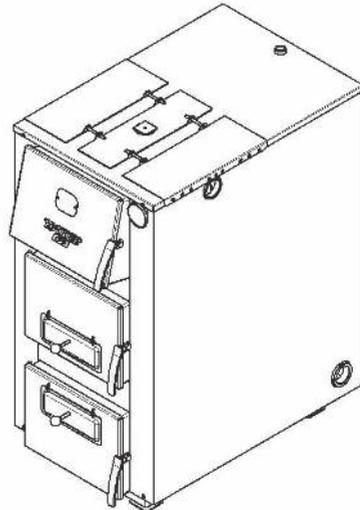

Рисунок 15
2. Надежно зафиксируйте монтажную платформу с боковыми пластинами винтовыми соединениями (четыре винта М6×60, шайбы и гайки М6) (Рис.15).